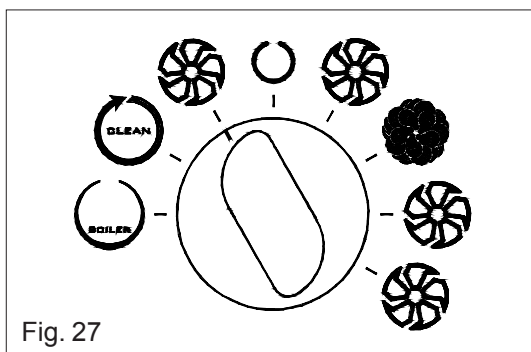

Fig. 27
- Positionner le bouton de la façon indiquée sur la figure 27.